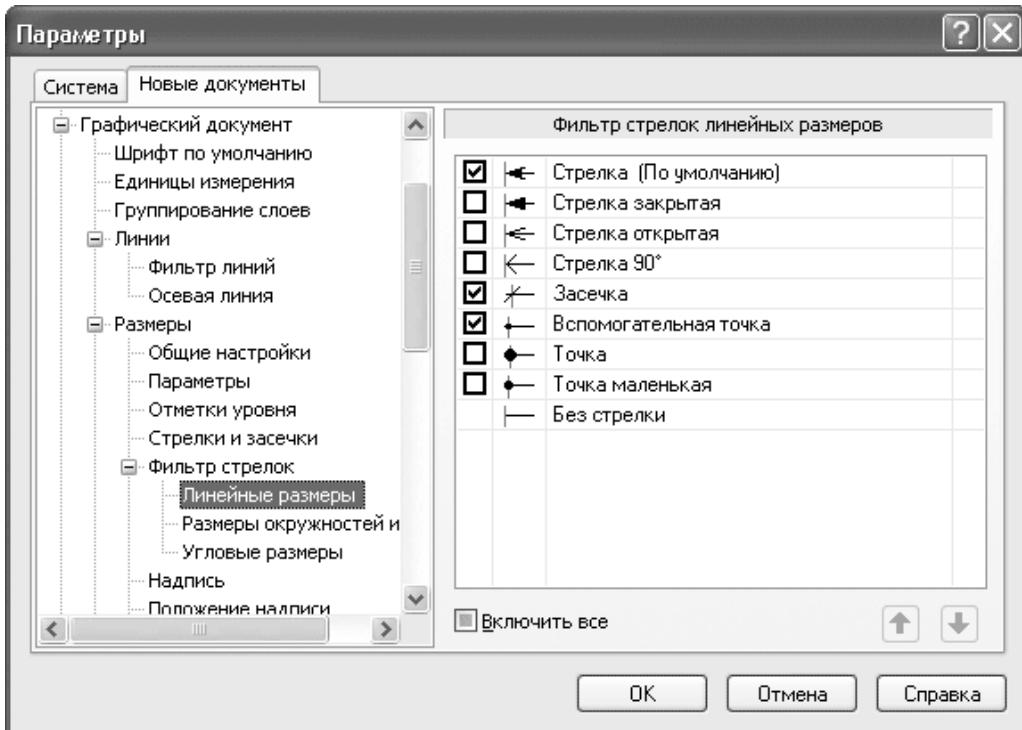

Рис. 1.65. Фильтр стрелок
- Размеры – большая группа настроек, управляющая отрисовкой стрелок, размерных надписей, размерами, допусками, предельными значениями и пр. В этой группе настроек, аналогично стилям линий, можно настроить фильтр стрелок для линейных размеров, размеров окружностей и дуг и угловых размеров (рис. 1.65). Он содержит набор стрелок различных типов (собственно стрелки, засечки, вспомогательные точки), который будет доступен при проставлении размеров в графическом документе;